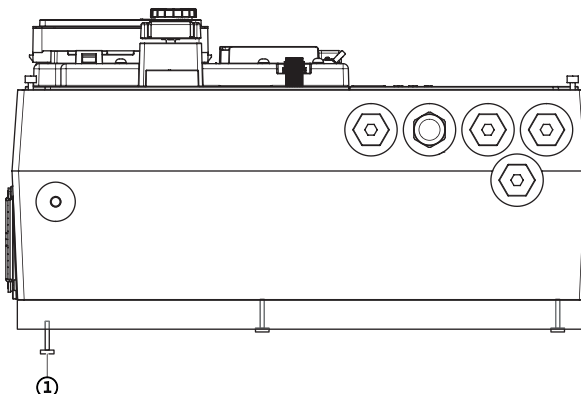

Fig. 115: Løsn adapterplade
6. Løsn skruerne på adapterpladen på undersiden af elektronikmodulet (Fig. 115, pos. 1).